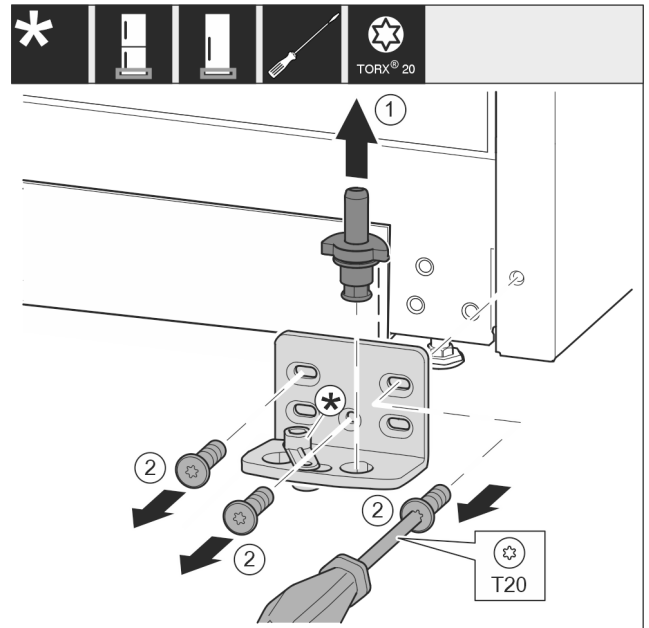

Fig. 12
- ▶ Lagerbolzen Fig. 12 (1) komplett nach oben herausziehen.
- ▶ Schrauben Fig. 12 (2) mit Schraubendreher herausdrehen und Lagerbock abnehmen.